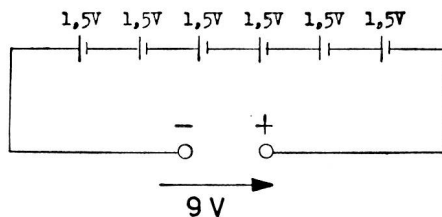

Fig. 20
4. Die Batterie. Elektrolytische Elemente haben den Nachteil, dass sie nur kleine Spannungen erzeugen können (1,5 oder 2 V). In der Praxis werden aber vielfach höhere Spannungen benötigt. Man hilft sich nun dadurch, dass man mehrere Elemente zu einer Batterie vereinigt. Zu diesem Zweck werden alle Elemente in Serie geschaltet (Fig. 20).